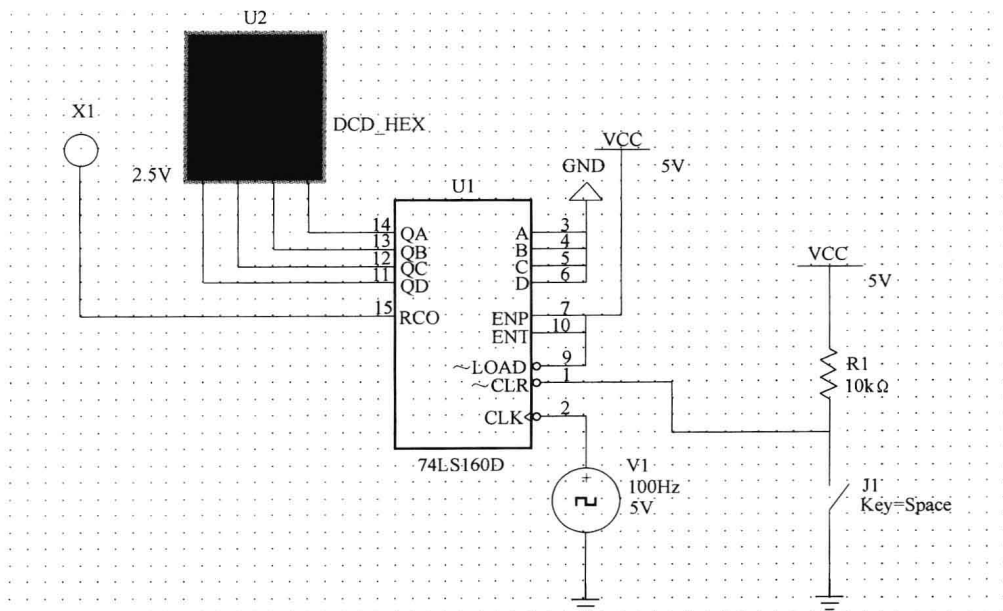

图 1-8 原理图完成
2) 用自动连线完成其他连接，结果如图 1-8 所示。如要删除连线，右键单击连线在弹出式快捷菜单中选择“Delete”命令。